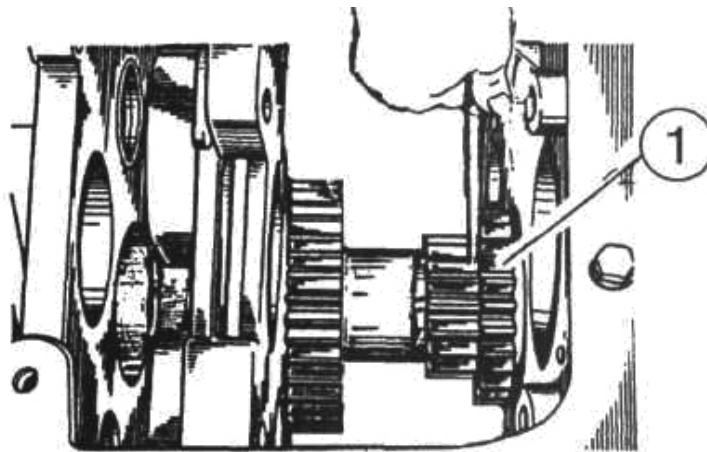

Рисунок 4.61
2) выпрессуйте шестерню (1) (рисунок 4.61) в сборе с подшипниками и втулкой;